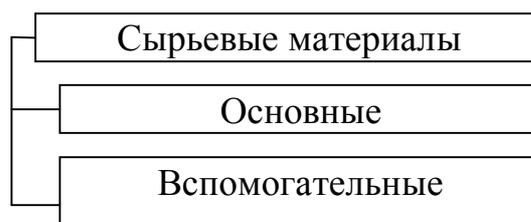

Рисунок 6 – Сырьевые материалы
- и вспомогательные, рисунок 6.